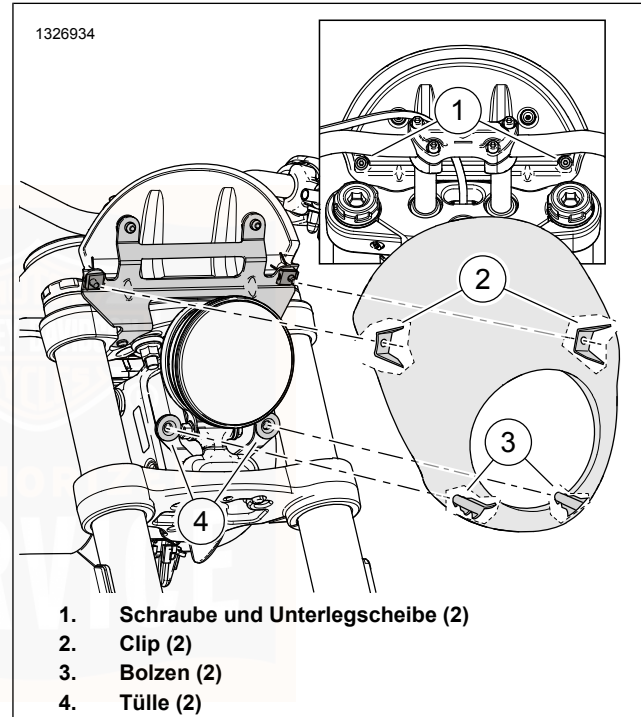

Abbildung 45. Verkleidung
1. Siehe Abbildung 45. Die Verkleidung abbauen.
- a. Die Schrauben und Unterlegscheiben (1) entfernen.
- b. Die Verkleidung nach vorne ziehen, um die Befestigungsbolzen (2) aus den Tüllen (3) zu ziehen.